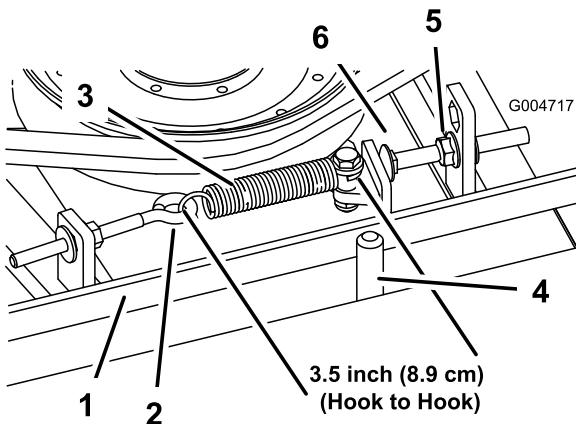

Figure 70
jusqu'à obtenir un jeu approximatif de 3 +1,5/0,0 mm entre la tête du boulon et le bras de la poulie de tension (Figure 70).
**Remarque:** La courroie doit être placée du côté ressort du guide (Figure 70).
2. Desserrez le boulon à œil pour pouvoir enlever le ressort d'extension (Figure 70).
3. Desserrez l'écrou à embase qui fixe le boulon de butée à la patte de montage. Reculez l'écrou suffisamment pour que le bras de la poulie de tension passe le boulon de butée (Figure 70). Éloignez la poulie de tension de la courroie pour détendre cette dernière.
- Raccrochez le ressort d'extension (Figure 70) au boulon à œil et tendez la courroie comme suit :